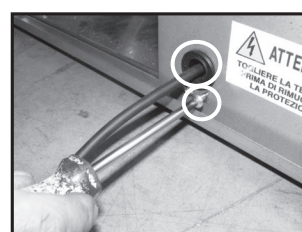

Figura 32
7. Estrarre entrambe le viti dalla connessione del cavo di rete. Vedere Figura 32.